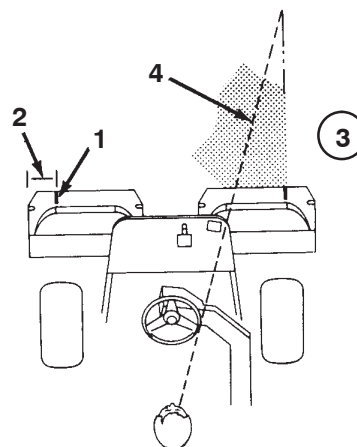

Figure 29
2. Placez une bande de papier blanc ou tracez un trait sur chaque bac parallèlement à son bord extérieur (Fig. 29).
3. Minimisez le chevauchement de la passe précédente lors de la passe de retour. Pour vous aider à conserver une ligne droite en travers du green et à maintenir la machine à égale distance du bord de la passe précédente, établissez une ligne de vision imaginaire à environ 1,8 à 3 m en avant de la machine jusqu'au bord de la partie non coupée du green (Fig. 29 et 30). Certains trouvent qu'il est utile de faire passer la ligne de vision par le bord extérieur du volant, c.-à-d. de maintenir le bord du volant aligné avec un point qui est toujours éloigné de la même distance par rapport à l'avant de la machine (Fig. 29 et 30).